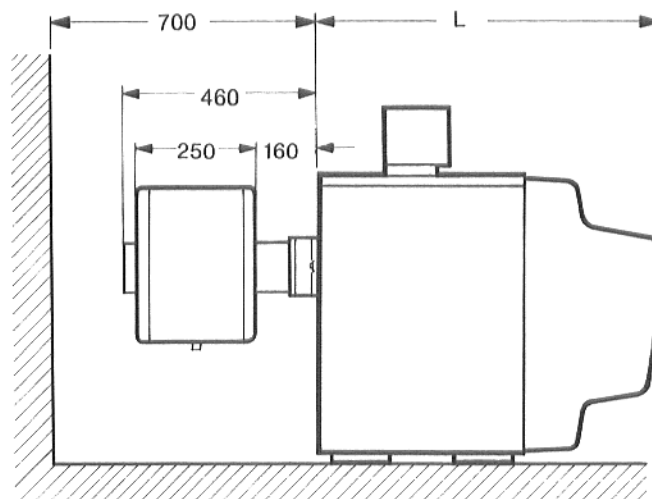

Fig. 16
9. Silenziatore dei gas di scarico (Fig. 16 – 18)